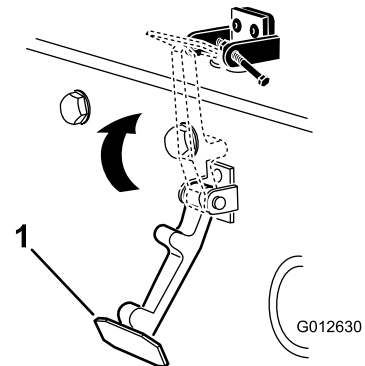

Figure 7
7. Accrochez le loquet du capot sur son support (Figure 7).